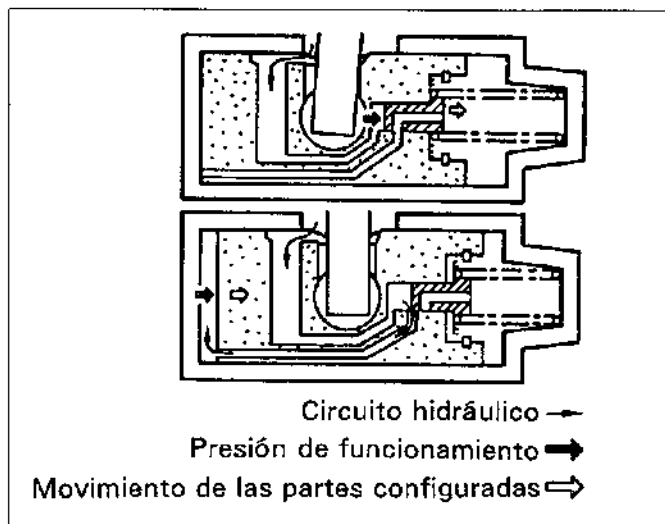

Figura.8-34 Cuando el tiempo de inyección avanza
1) Cuando el tiempo de inyección se Cuando la velocidad de la bomba aumenta, aumentando la presión dentro de la bomba, la servoválvula es presionada contra el resorte del variador, haciendo que se contraiga y se mueva hacia la derecha, abriendo el orificio de control. El combustible fluye entonces a través del pasaje a la cámara de presión alta y el pistón del variador se mueve hacia el lado derecho (el tiempo de inyección es avanzada). Cuando el pistón del variador se mueve hacia la derecha, haciendo que la servoválvula cierre el orificio de control, el combustible deja de fluir, el pistón del variador se detiene y el avance de inyección queda completo. (Vea la figura.8-34)